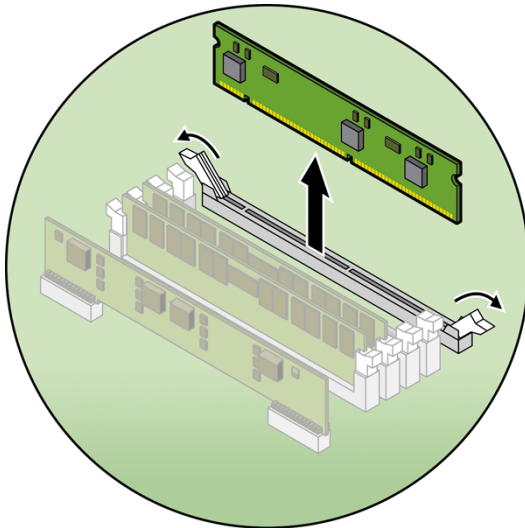

图 4-26 拆除内存 VRM
7. 按下插槽两端的弹出棒，将内存 VRM 拆除（请参见图 4-26）。